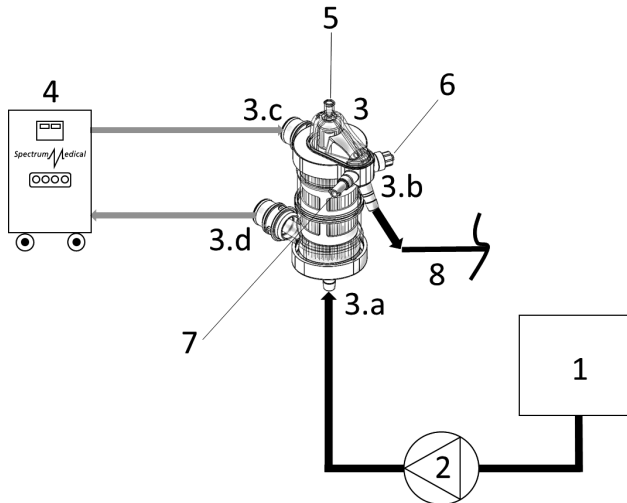

Abb. 2.
- Sicherstellen, dass die HTF-Konnektoren mit einem O-Ring (Pos. 3c und 3d Abb. 2) ausgestattet sind.
4. Die Schutzkappen von den Konnektoren auf der HTF-Seite des Geräts (Pos. 3c und 3d Abb. 2) entfernen.
5. Die Schläuche des Thermocyclers Quantum Heater-Cooler System von Spectrum Medical (Pos. 4 Abb. 2) über die weiblichen Schnellkonnektoren an das Gerät (Pos. 3c und 3d Abb. 2) anschließen.
1. Das Gerät an den extrakorporalen Kardioplegiekreislauf anschließen, wie auf Abbildung 2 dargestellt ist.
2. Die Schutzkappe vom Konnektor des Bluteingangs (Pos. 3a Abb. 2) entfernen.
4. Die Schutzkappe vom Konnektor des Blutausgangs (Pos. 3b Abb. 2) entfernen.
6. Der Luer-Entlüftungskonnektor (Pos. 5 Abb. 2) muss an eine Entlüftungsleitung mit Hahn angeschlossen werden. Die Entlüftungsleitung muss mit einem Rückschlagventil ausgestattet sein, um den Rückfluss in das Gerät zu verhindern.
8. Eine zusätzliche Entlüftungsleitung an das Überdruckventil (Pos. 6 Abb. 2) anschließen.
10. Die kompatible Temperatursonde YSI in den Sondenhalter des Geräts (Pos. 7, Abb. 2) einsetzen.
1. Die Entlüftungsleitung (Pos. 5 Abb. 2) öffnen.
2. Die Ausgangsleitung des Geräts abklemmen und die Kardioplegiepumpe (Pos. 2 Abb. 2) mit geringer Flussrate (30-40 ml/min) einschalten.
4. Die Entlüftungsleitung (Pos. 5 Abb. 2) schließen.